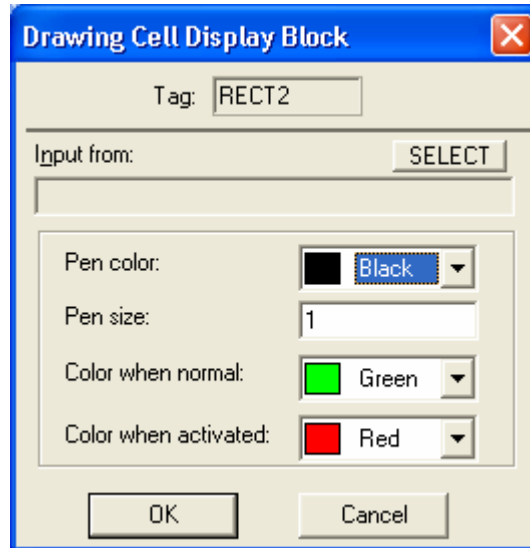

Рис. 4.46. Окно конфигурирования графического примитива Прямоугольник
*Инструмент рисования "прямоугольник"* предназначен для создания в окне экранной формы графического объекта прямоугольной формы, цвет которого определяется логическим состоянием на выходе присоединенного функционального блока стратегии (рис. 4.46).